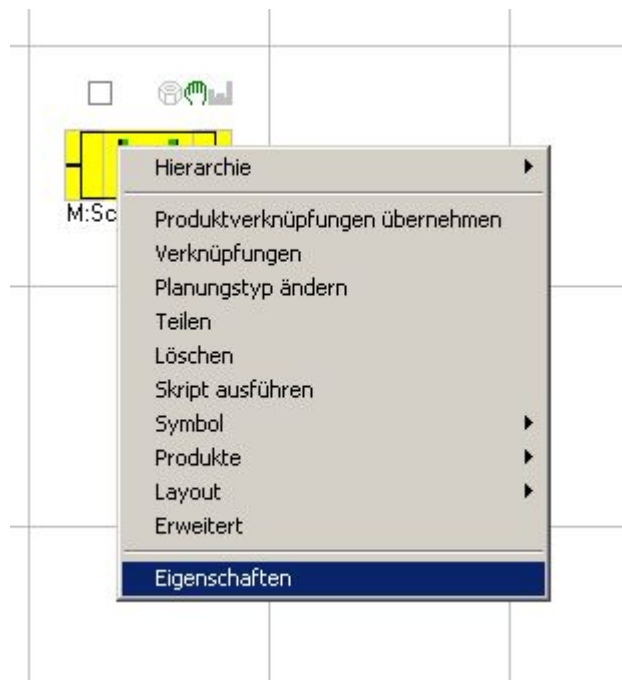

Abbildung 91: Eigenschaftsmenüs über Kontextmenü öffnen
- Drücken Sie danach die rechte Maustaste und klicken auf *Eigenschaften* (siehe auch: Abbildung 91), wenn sie das erweiterte Menü öffnen wollen, klicken Sie auf *Erweitert*.